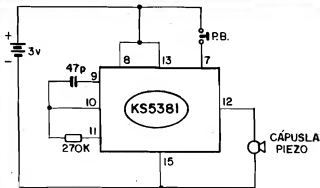

Fig. 1
Vamos por partes, Jorge... Pra começar, a falha que Você descobriu realmente existe (aproveitamos para agradecer pela colaboração, e pedir desculpas à Turma, pelo "escorregão"...). Notem que o "esquema" (pág. 33 - fig. 1 - APE 29) está correto, e o lapso encontra-se unicamente no "chapeado" (pág. 36 - fig. 4). O que ocorreu foi uma "troca simples" na notação dos valores dos tais res-
Pra Você ver, Ronnie, que aquilo que sempre dizemos ("simples é melhor") não é balela...! Arranjos extremamente "enxugados" costumam - em aplicações não sofisticadas - dar excelentes resultados práticos! O DEMP é um exemplo "vivo"... Pode montar, tranquilo, que vai funcionar direitinho (Você já viu a montagem do seu amigo, não é...?). Agora, quanto às modificações que Você pretende, experimente as sugestões relacionadas na fig. C (compare com o "esquema" original, fig. 1 - pág. 38 - APE nº 30). Pode, sim, mudar a alimentação para 9V, sem problemas em usar a pequena bateria, já que o consumo médio de Corrente é baixo, em qualquer caso... Conforme mostra o asterisco dentro de um pequeno círculo, altere o valor do resistor original de 100K para 150K (apenas para prevenir "sobrepolarização" no transistor...). Se isso gerar um "abaixamento" muito sensível na frequência do sinal audível emitido, "compense" a constante de tempo, diminuindo o valor original do capacitor (470n) para 390n... Para substituir o alto-falante, a primeira providência será oferecer ao circuito uma "carga falsa" equivalente, o que pode ser feito pela inserção de um resistor de 12R (asterisco dentro de um quadradinho) simplesmente "no lugar" do tal alto-falante... A ligação de uma cápsula transdutora piezo (cristal) poderá ser, então, tentada em dois lugares: ou entre os pontos A-A (ver ligação em linhas tracejadas, na figura) ou entre os pontos B-B (também diagramado na figura, em linhas tracejadas...). Adote a solução que melhor resultados "auditivos" der... Eventualmente, dependendo da impedância real da cápsula de cristal utilizada, talvez o melhor desempenho seja obtido colocando-se em série com o tal transdutor um capacitor (poliéster) de 10 a 100n (experimente, e fixe-se no valor que melhor resultado der...).
- FIG. 1 - O CIRCUITO - Tudo, mas tudo mesmo, da parte ativa do circuito, encontra-se "dentro" do Integrado KS5381, uma verdadeira obra prima da engenharia industrial que, atualmente, consegue enfiar uma manada de elefantes num... galinheiro! O KS5381 é apresentado em pinagem DIL (16 "pernas") convencional, sendo muitas as suas possibilidades de acesso e controle, a maioria das quais, entretanto, não vem ao caso para a montagem da "COM" (CAIXINHA DE 7 MÚSICAS). Aos pinos 9-10-11 devem ser acoplados, simplesmente, um resistor de 270K (valor recomendado pelo fabricante) e um capacitor